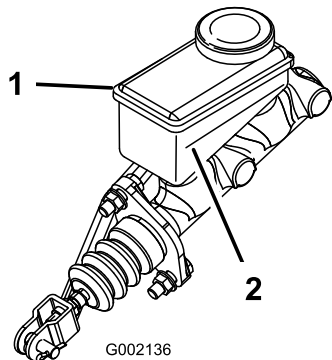

Bild 49
- 2. Lesen Sie den Flüssigkeitsstand am Stutzen an der Seite des Behälters ab (Bild 49).
- B. Füllen Sie DOT 3-Bremsflüssigkeit in den Behälter, bis der Füllstand über der Minimum-Markierung liegt (Bild 49).